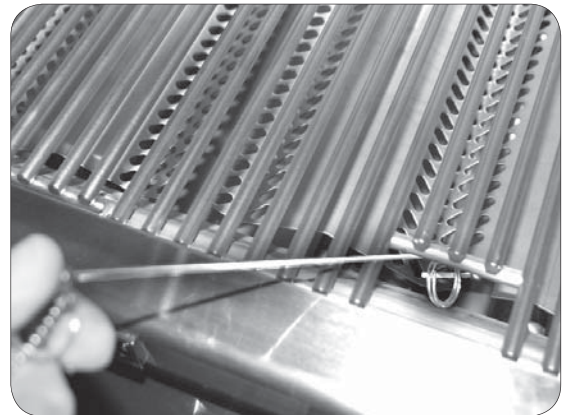

Fig. 16-2 - Éclairage manuel
2. Insérez un allumeur brûlant de butane de long-baril, une allumette brûlante de long-tige, ou une allumette brûlante tenue par un support de prolongation de fil par la grille à cuire s'ouvrant au dessus du brûleur (fig. 16-2).
4. Si le brûleur ne s'allume pas, enfoncez immédiatement le bouton et tournez la valve à AU LOIN. ATTENDEZ CINQ (5) MINUTES avant de répéter les étapes 2 à 4 des instructions manuelles d'éclairage.